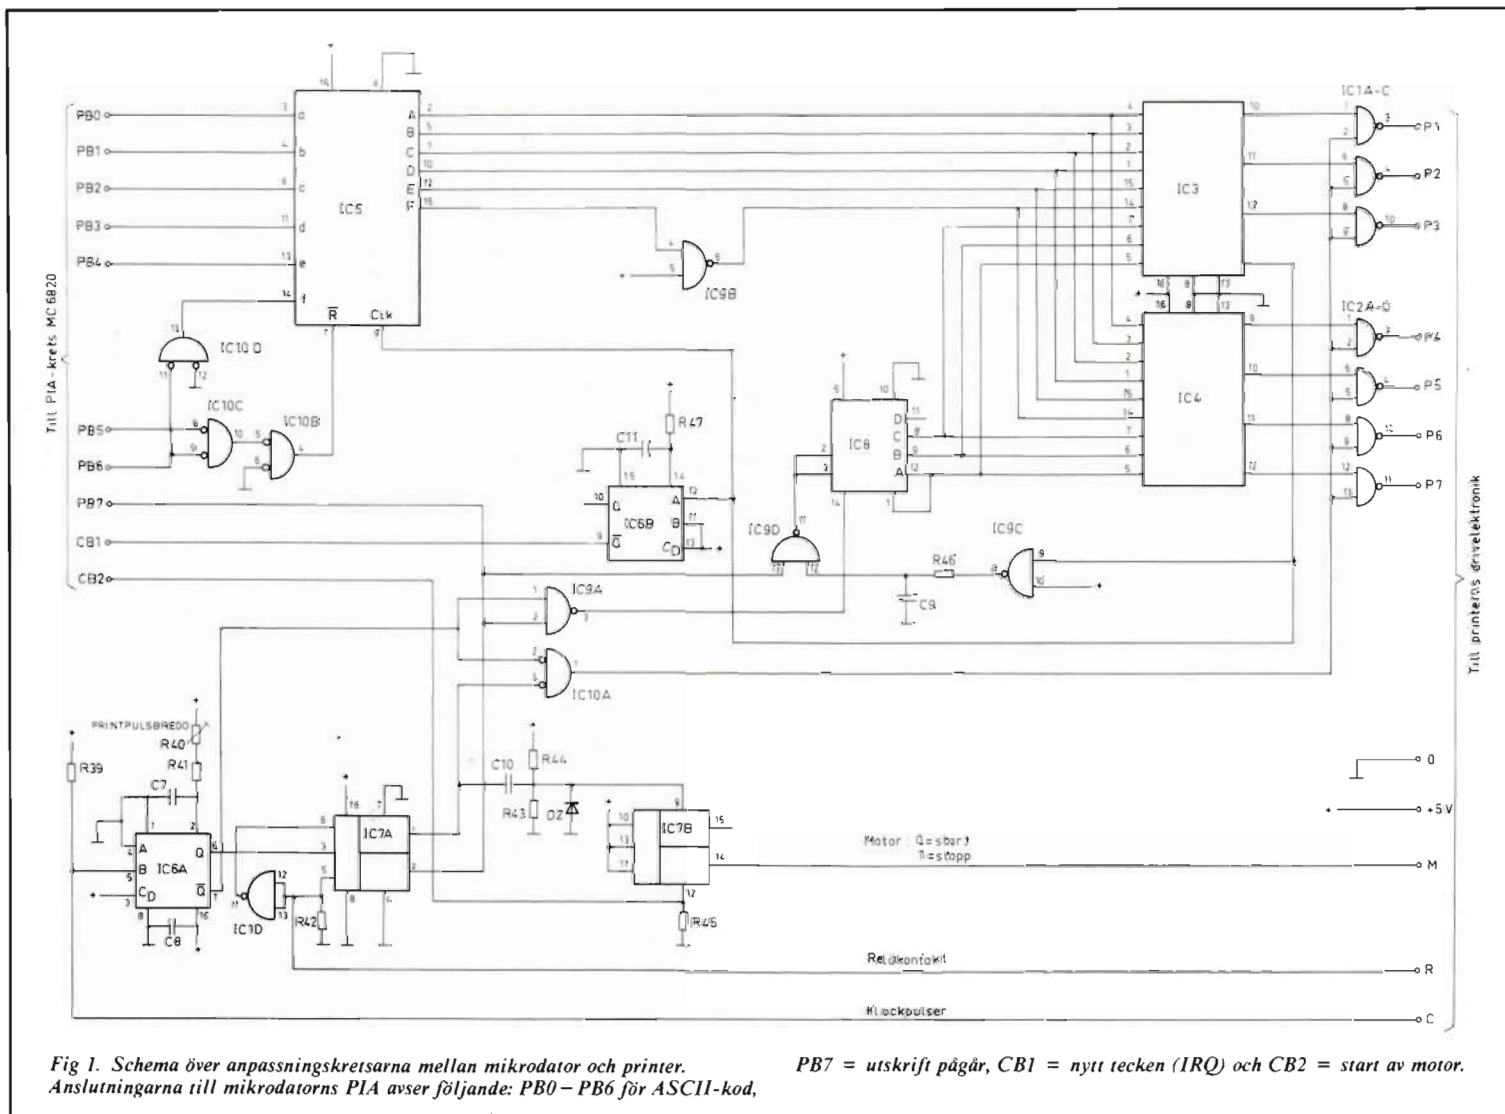

Fig 1. Schema över anpassningskretsarna mellan mikrodatorm och printer. Anslutningarna till mikrodatormns PIA avser följande: PB0-PB6 för ASCII-kod,
Principskemat för elektroniken återges i fig 1. Till vänster i schemat finns de tio anslutningarna till PIA-kretsen, och till höger i schemat finns de tolv anslutningarna till printerns drivelektronik.
■ Bildskärmsterminaler för datasystem kan i dag tillverkas relativt enkelt, tack vare integrerade kretsar. En av de mera högintegrerade kretsarna är SF F 96264 från Thomson-CSF. Den är utvecklad speciellt för bildskärmsterminaler. Fig 1 visar blockschemat för en terminal med den nya kretsen. Som framgår behöver man inte särskilt många yttre kretsar för att förverkliga en hel bildskärmsterminal i dess grundutförande.